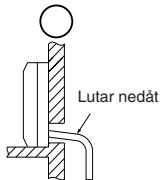

Fig. 1
- Kom ihåg att vinkla dräneringsrören en aning nedåt så att dräneringsvatnet flödar lättare. (Fig. 1)